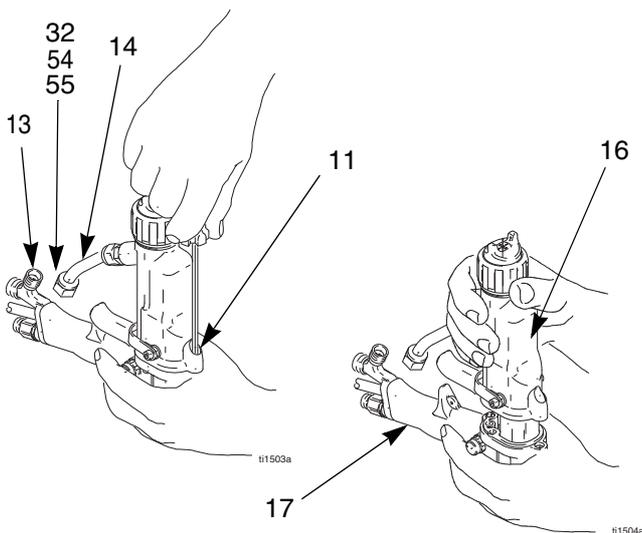

Fig. 16. Extraiga el cañón
4. Sostenga la empuñadura de la pistola (17) con una mano y extraiga el cañón (16) hacia afuera de la empuñadura. Véase la FIG. 16.